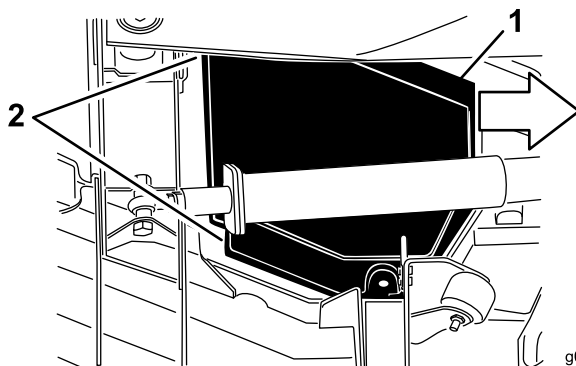

Figura 75
5. Sollevando il coperchio, fatelo scorrere verso il trattorino di circa 2,5 cm, per sganciare il bordo del coperchio esterno dal piatto (Figura 75).